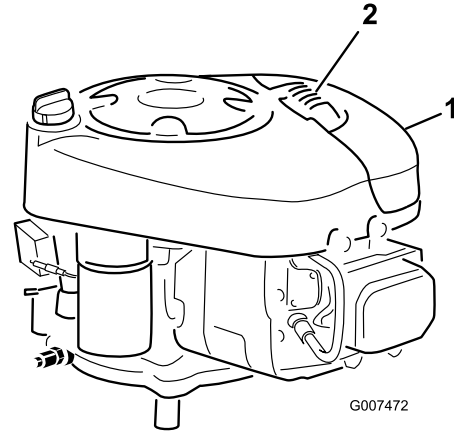

Bild 24
2. Reinigen Sie den Bereich um den Luftfilter herum, um zu verhindern, dass Schmutz in den Motor fällt und Schäden verursacht (Bild 24).
3. Ziehen Sie den Griff an der Luftfilterabdeckung hoch und drehen Sie ihn in Richtung des Motors (Bild 24).